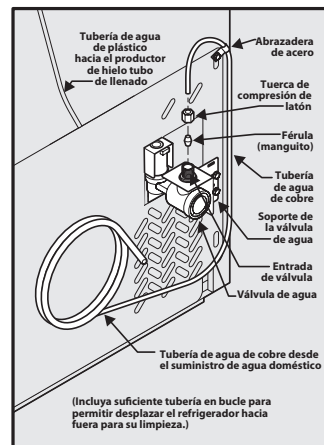

Figura 1
4. **Si usa tuberías de cobre:** deslice la tuerca de compresión de latón y luego la férula (manguito) en la tubería de suministro de agua. Empuje la tubería de suministro de agua hacia dentro de la entrada de la válvula de agua lo más posible (¼ de pulgada/6,4 mm). Deslice la férula (manguito) en la entrada de la válvula y apriete manualmente la tuerca de compresión en la válvula. Apriete otra media vuelta con una llave; NO apriete en exceso. Consulte la Figura 1.